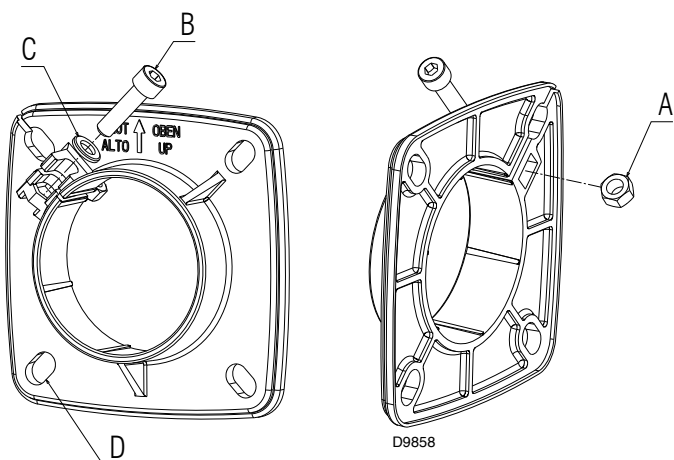

Fig. 8
- Placer l'écrou HM8 (référence A) (Fig. 8), fournie dans le paquet d'accessoires, sur la partie arrière de la bride. Fileter la vis CHC M8 x 30 B) avec une rondelle M8 C) sur la partie frontale.